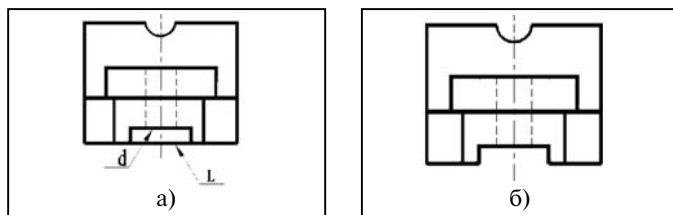

Рис. 6.21. Обрезка полилинии *L* по границе *d* командой «Обрезать»
4. С помощью команды «Обрезать» удалить часть полилинии *L* между режущими кромками *d* на виде слева (рис. 6.21).